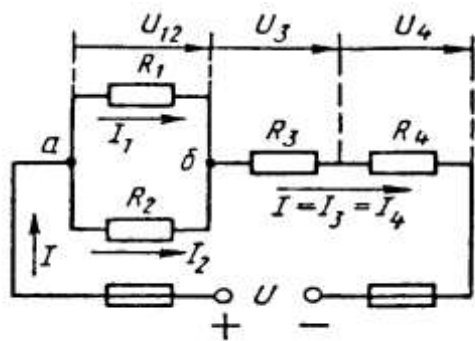

Рис. 1
Условие задачи. Цепь постоянного тока со смешанным соединением состоит из четырех резистором. Заданы схема цепи (рис. 1), значения сопротивлений резисторов:
2) обозначим токи I_1, I_2, I_3, I_4 на (рис. 1) стрелками и определим их значения из формулы мощности: